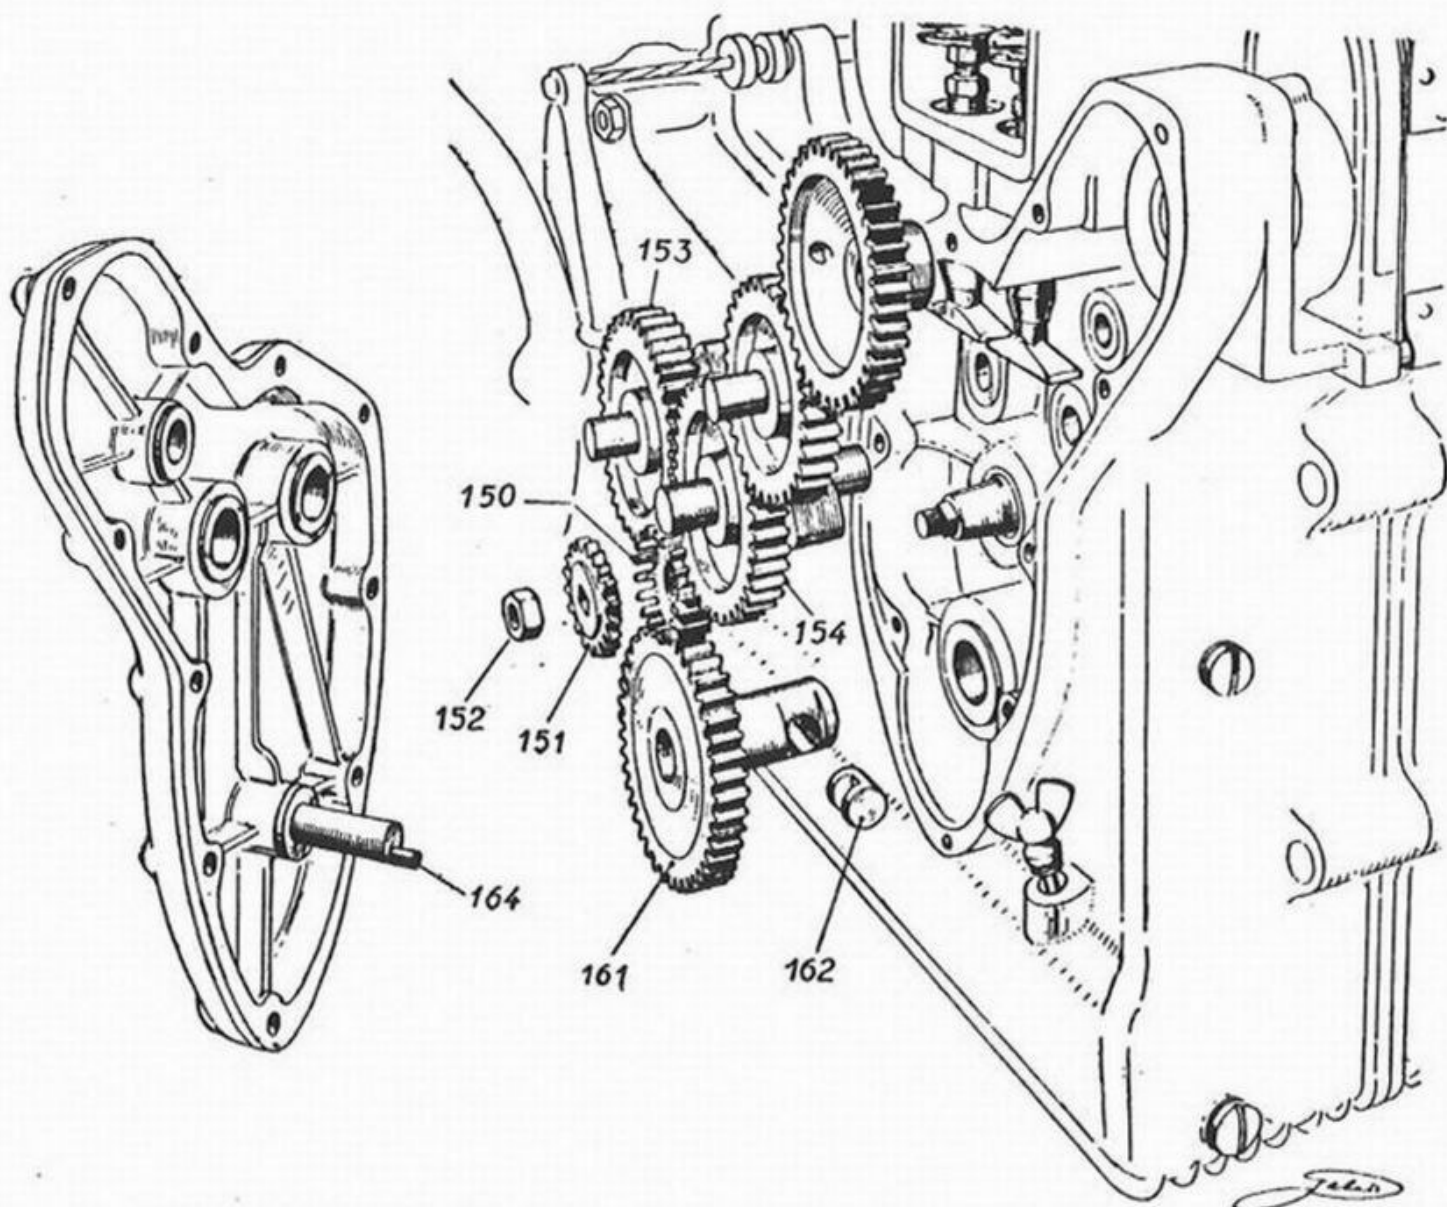

Fig. 8 - Smontaggio della distribuzione e della pompa dell'olio
9) - Smontaggio della distribuzione e della pompa dell'olio (fig. 8).